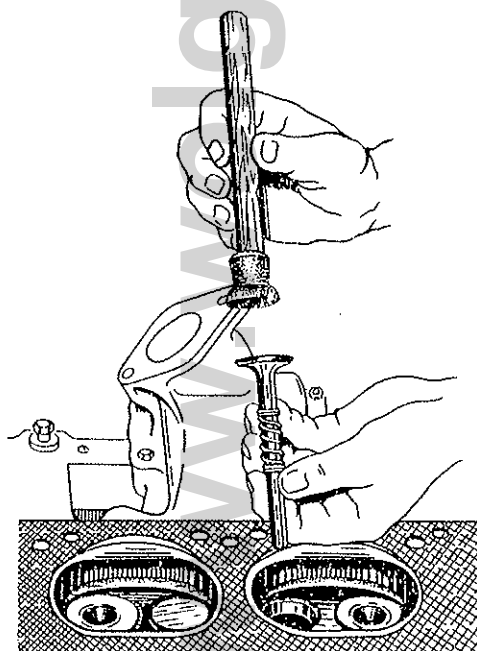

Bild 96 Einschleifen der Ventile
b) auf Ventilschaft für Einbauzwecke eine Feder stecken und das Ventil in die Führungsbüchse setzen, wie Bild 96 zeigt.